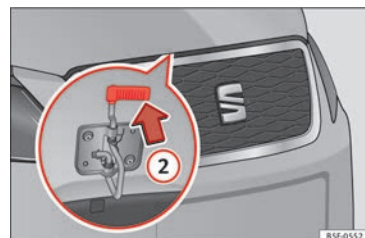

Fig. 10 Leva sotto il cofano del vano motore.
• Sollevare il cofano. Tirare verso l'alto la levetta sporgente da sotto il cofano del vano motore » **fig. 10 ②**. Il cofano viene disimpegnato dal gancio che lo trattiene.